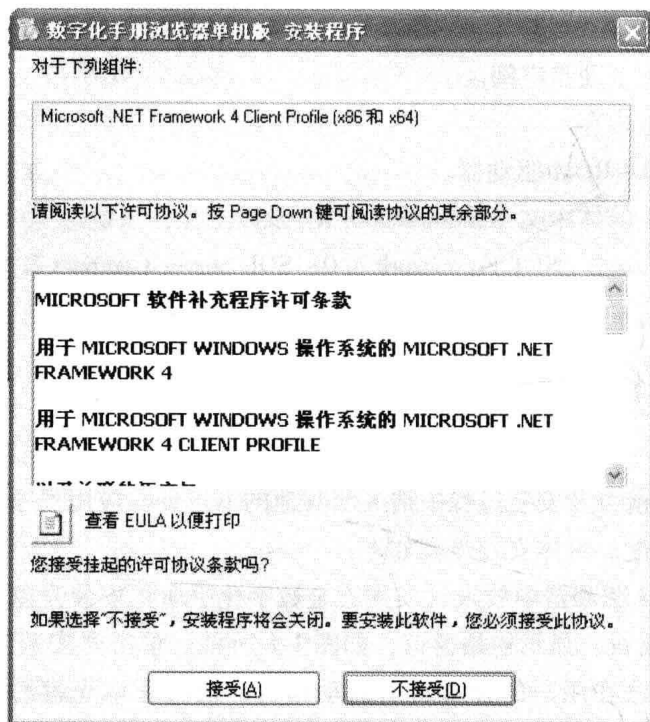

图 1-2 .NET 文件安装窗口
- 3) 如果用户计算机尚未安装 Microsoft . NET Framework 4. 0 或 SQL Server Compact 3. 5 SP2，安装程序将自动从 Microsoft 官方网站下载 Microsoft . NET Framework 4 Client Profile 安装包或 SQL Server Compact 3. 5 SP2 安装包，并在下载完成后自动运行安装，如图 1-2 所示。